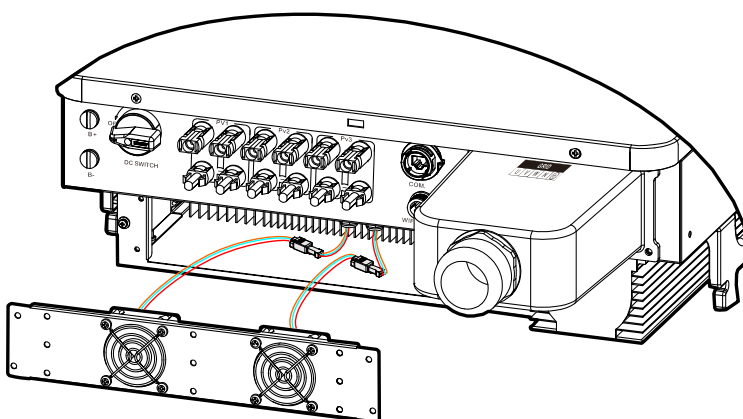

Figura 5-2 Solte o conector
- Etapa 6 Solte o conector acoplado ao ventilador, conforme mostrado na Figura 5-2.